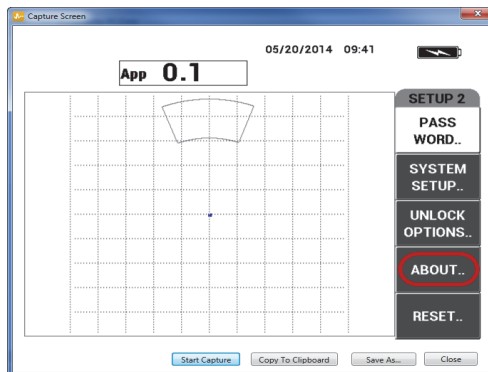

Figure 7-3 Menu ABOUT
2. Appuyez sur la touche D pour sélectionner le menu ABOUT (À propos) (voir la Figure 7-3 à la page 191).